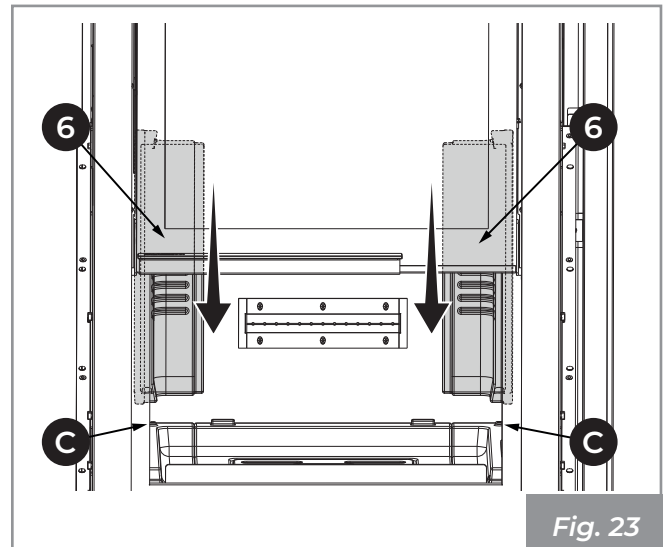

Fig. 23
- 7) Posizionare i pannelli angolari in refrattario (6) all'interno della camera di combustione e farli delicatamente scivolare in posizione, centrandoli con le protuberanze (C) presenti nella base in refrattario (Fig. 23).